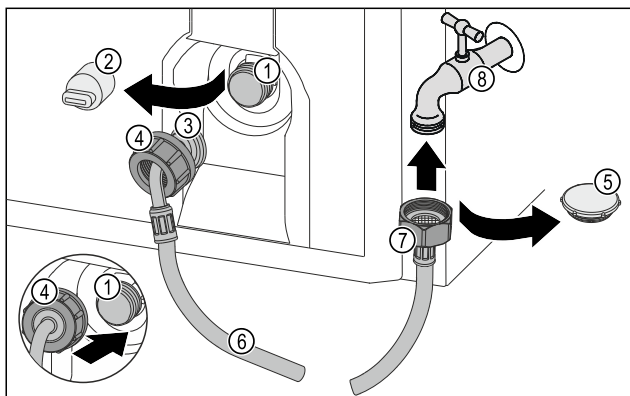

Fig. 10
- ▶ Uzavírací víčko Fig. 10 (5) odstraňte.
- ▶ Matici na rovném konci hadice (7) našroubujte na vodovodní kohout (8).